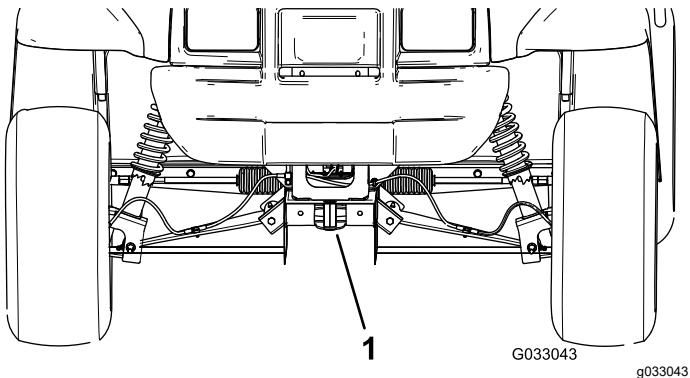
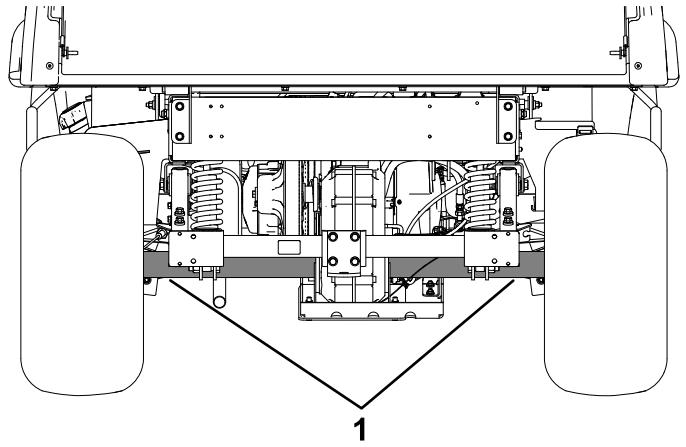

Figura 16
Figura 17
Consulte en la Figura 16 y Figura 17 la ubicación de los puntos de amarre de la máquina.
2. Conecte un cable de remolque al punto de remolque, en la parte delantera del bastidor de la máquina (Figura 16).